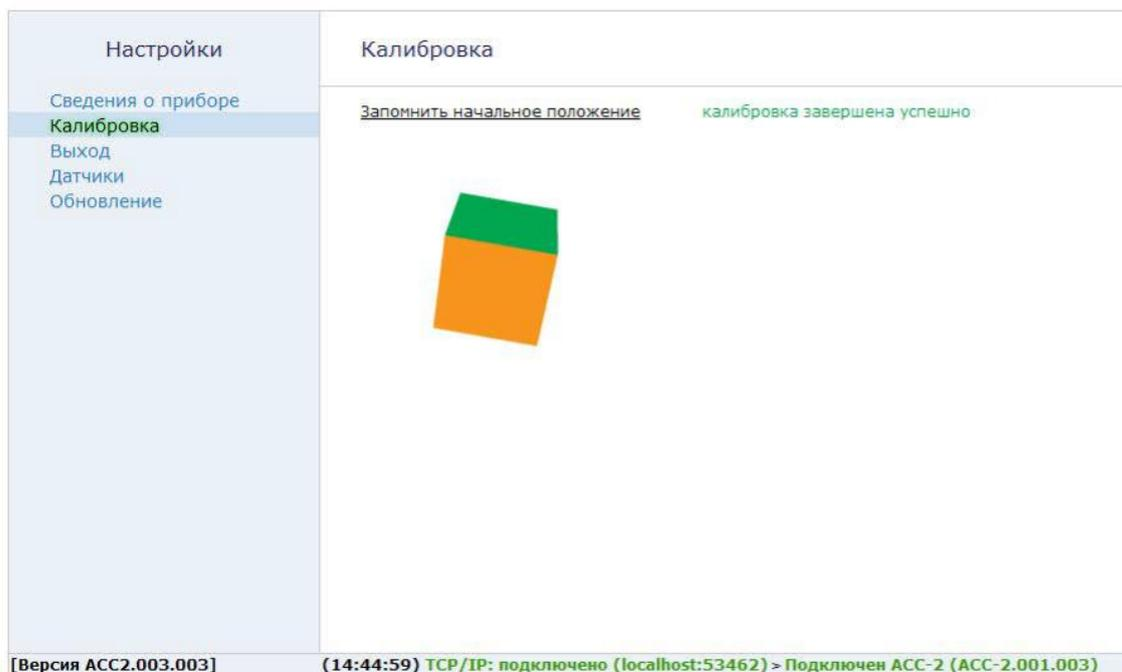

Рисунок 6 Калибровка
3. Нажать ссылку «**Запомнить начальное положение**». В том случае, если калибровка прошла успешно, то отобразится соответствующее сообщение (см. Рисунок 6).